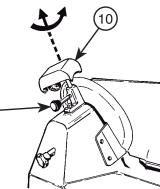

Fig. 1
- Desserrer le bouton de verrouillage (13) de l'ensemble d'affûtage (10) (Fig. 1).